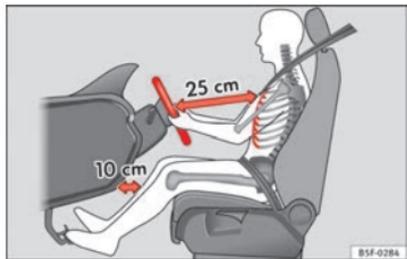

Fig. 133 Position de conduite correcte.
- Réglez le volant jusqu'à ce que vous obteniez la position souhaitée \Rightarrow fig. 133.
- Réglez le siège du conducteur ou le volant de sorte que la distance entre celui-ci et votre thorax soit au moins de 25 cm \Rightarrow fig. 133. Si vous ne respectez pas cette distance minimale, le système d'airbag sera dans l'incapacité de vous protéger – danger de mort !